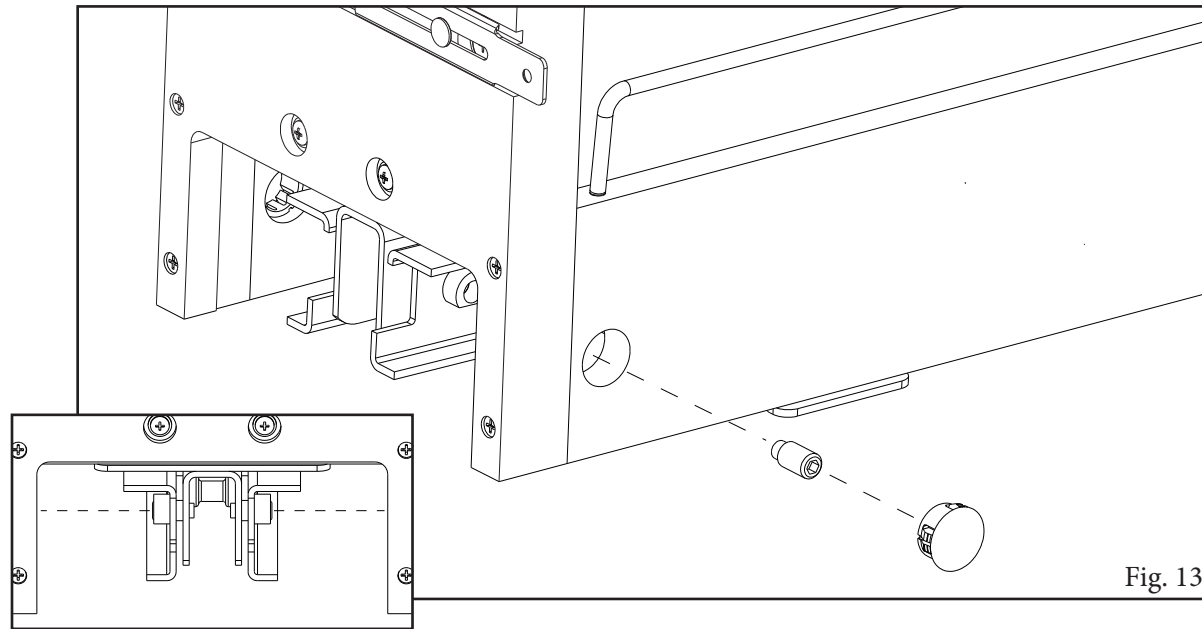

Fig. 13
Pull Pantry half of the way open and insert (2) set screws thru access holes into slide and tighten (see fig. 13). (Note: these set screws also act as micro-adjusters for left and right adjustment.) Insert plastic cover caps into access holes.
Tire de la despensa de la mitad de la forma abierta e inserte (2) tornillos de fijación a través de los orificios de acceso en la corredera y apretar (ver fig. 13). (Nota: estos tornillos también actúan como micro-ajustadores para el ajuste de la izquierda y la derecha.) Insertar tapas de plástico en los orificios de acceso.
Tirez Pantry la moitié de la manière ouverte et insert (2) vis dans les trous d'accès dans la culasse et serrer (voir fig. 13). (Note: ces vis également agir en tant que micro-réglage pour le réglage gauche et à droite.) casquettes Insérer le couvercle en plastique dans les trous d'accès.